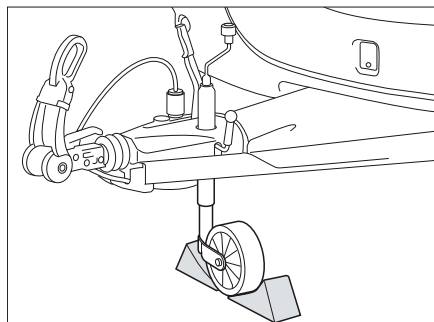

Fig. 170 Bloquer la roue d'appui
- Placer la roue d'appui de manière perpendiculaire au sens de la marche et la bloquer avec des auxiliaires adéquats (Fig. 170).